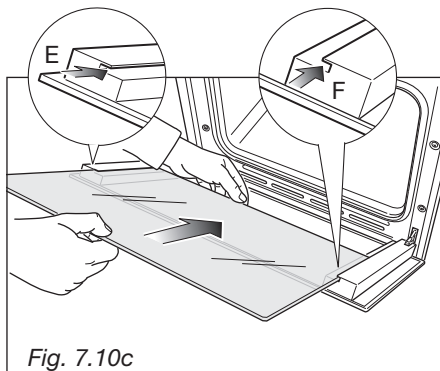
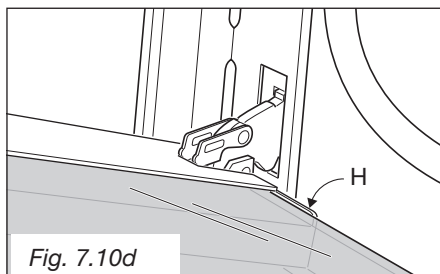

Fig. 7.10c
Fig. 7.10d
- Inserte el panel interior a la izquierda **E** y a la derecha **F** que son guías laterales (fig. 7.10c) y deje que se deslice con suavidad hasta los retenedores **H** (fig. 7.10d).